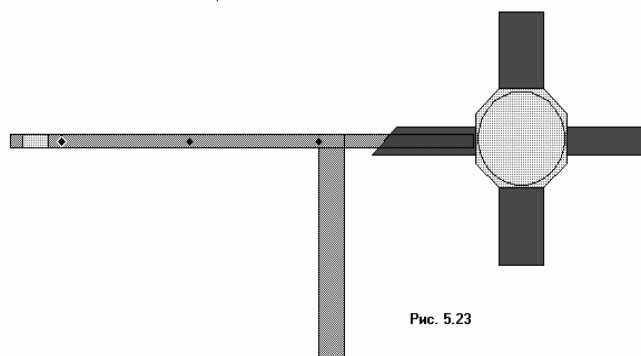

Рис. 5.23
2. Дважды щёлкните левой кнопкой мышки по элементу топологии **MTRACE**. На проводнике появятся синие ромбики, как показано на рис. 5.23.